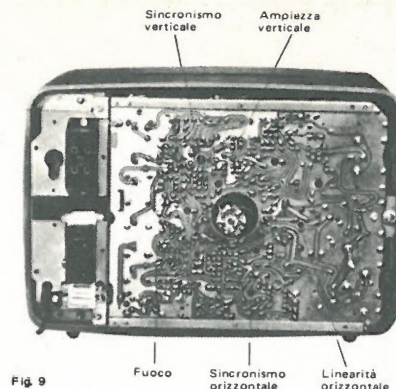

Fig. 9
- Per la messa a punto agire con il cacciavite sui rispettivi regolatori (ved. fig. 9).